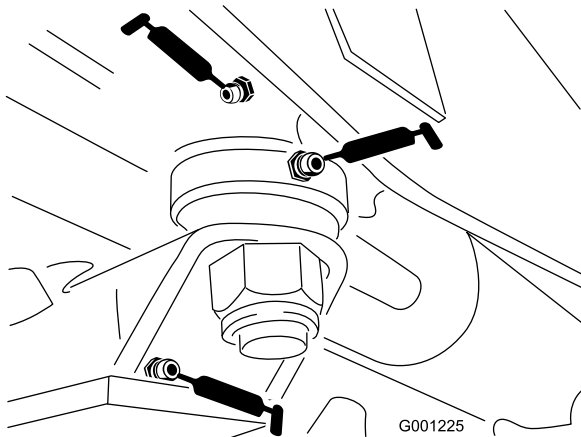

Bild 43
- Büchsen der Lenkpatte (Bild 43)
- Achsenstiftbüchse (Bild 43)